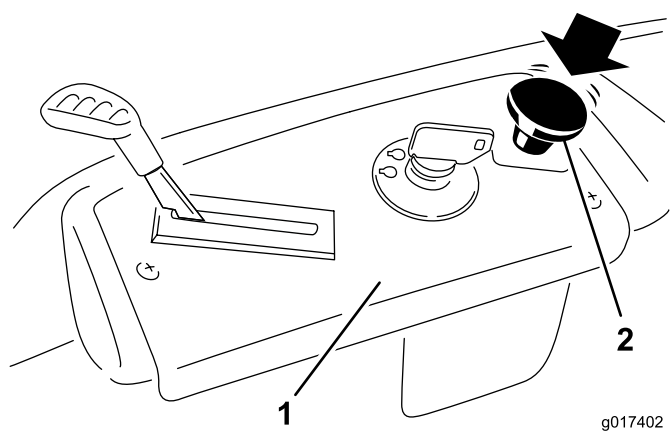

Figura 16
Presione hacia abajo del mando de control de las cuchillas para desplazarlo a la posición de Desengranado y desengranar las cuchillas (Figura 16).
1. Desengrane las cuchillas moviendo el mando de control de las cuchillas a Desengranado (Figura 16).